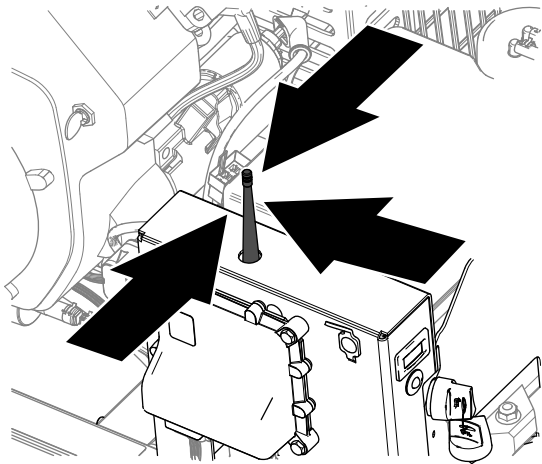

Рисунок 50
3. Удерживая пульт дистанционного управления, встаньте рядом с радиомодулем в зоне прямой видимости без каких-либо препятствий для антенны (Рисунок 50).